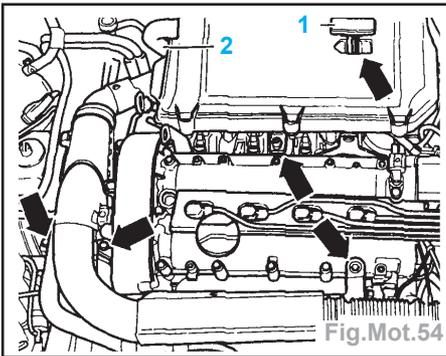

Fig.Mot.54
- Déposer l'obturateur (1) (Fig.Mot.54).